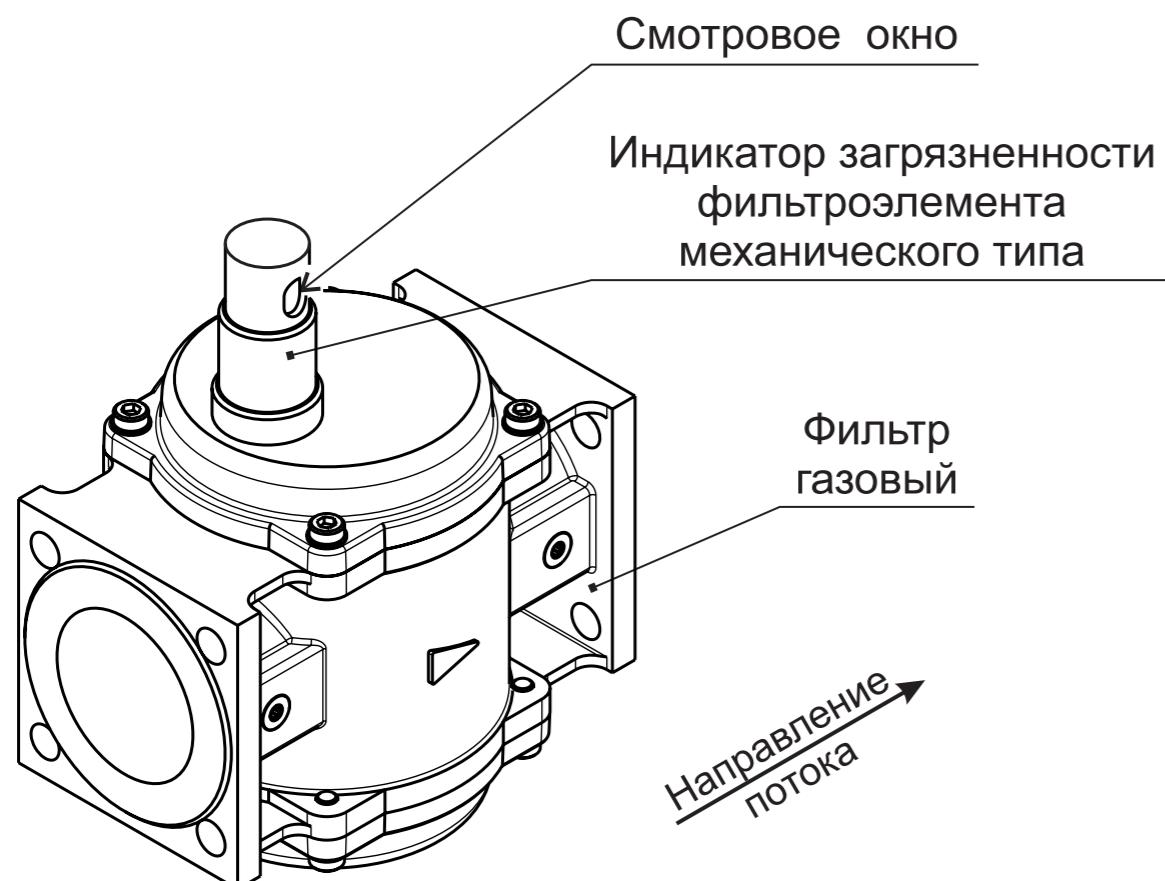

Рис. 10-25. Фильтр газовый с индикатором загрязненности фильтроэлемента механического типа
- полное перекрытие смотрового окна индикатора загрязненности (заполнение окна красным цветом) - см. рис. 10-25. Полное перекрытие смотрового окна соответствует падению давления 10 кПа;